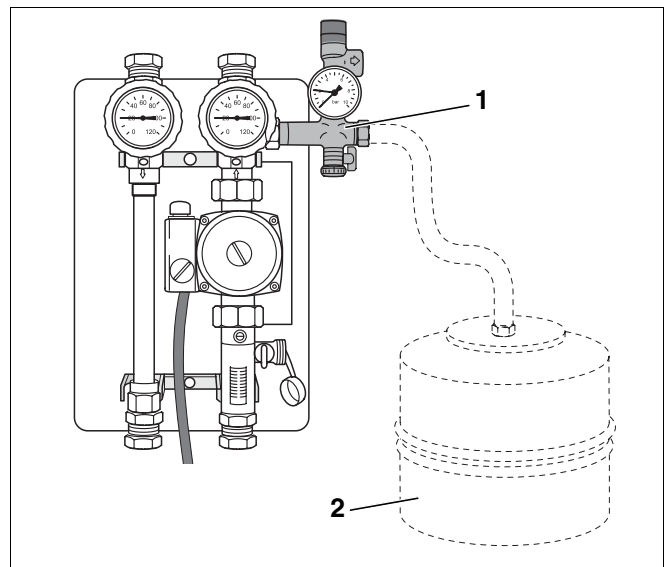

Fig. 8 Conexión del vaso de expansión
Es posible solicitar un vaso de expansión (fig. 8, **pos. 2**) a modo de accesorio.
- ▶ Conecte el vaso de expansión MAG (fig. 8, **pos. 2**) en el retorno al grupo de seguridad (fig. 8, **pos. 1**) de la estación solar.
- ▶ Monte el vaso de expansión MAG (fig. 8, **pos. 2**) con el material de fijación correspondiente.